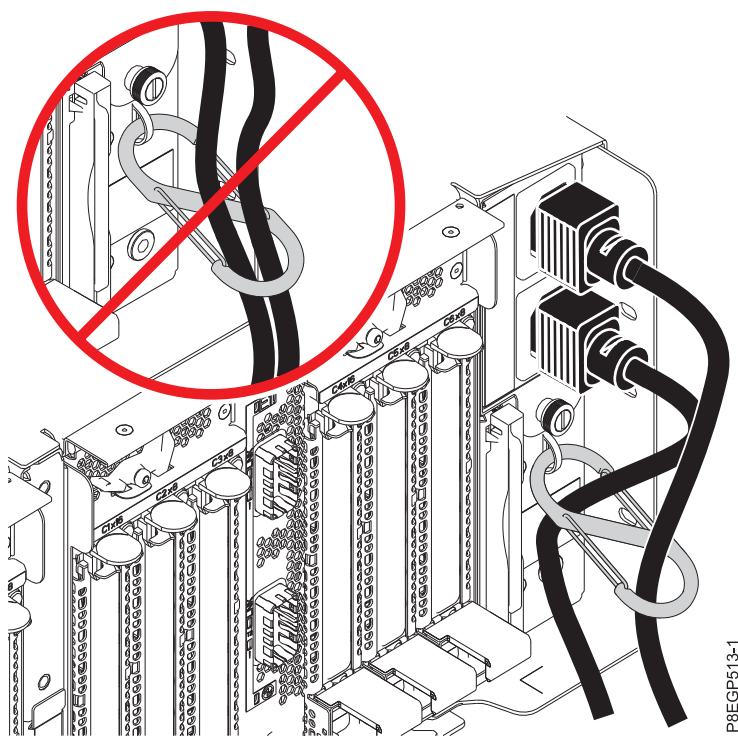

Figura 20. Cómo hacer pasar los cables de alimentación por el mosquetón y conectarlos a la fuente de alimentación
- b. Haga pasar los cables de alimentación por el mosquetón de forma que el Módulo de despliegue de 6 ranuras PCIe3 o los módulos queden despejados. Consulte Figura 20 en la página 25.
- c. Conecte los otros extremos de los cables de alimentación a las fuentes de alimentación en el cajón de expansión PCIe3 EMX0 que está instalando. Consulte Figura 20.